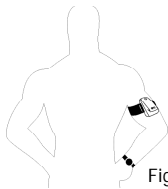

Fig. 3
- Pase su mano por la banda con el medidor y colóqueselo en la parte superior del brazo. El reloj debe usarse en el mismo brazo. (Fig.3)